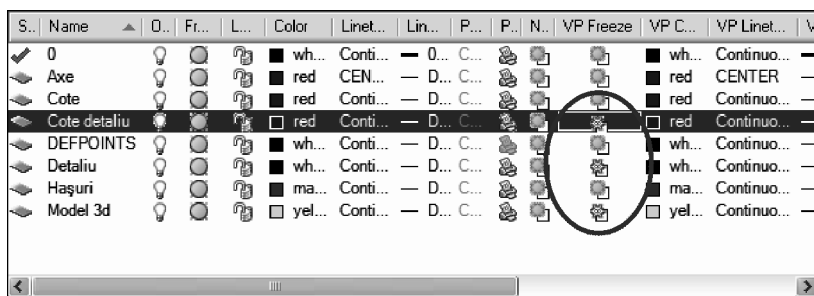

Fig. 10.20 Proprietatea *VP Freeze*
3. Din fereastra **Layer Properties Manager** se modifică proprietatea *VP Freeze* pentru straturile: **Model 3D**, **Detaliu** și **Cote detaliu** – vezi Fig. 10.20.